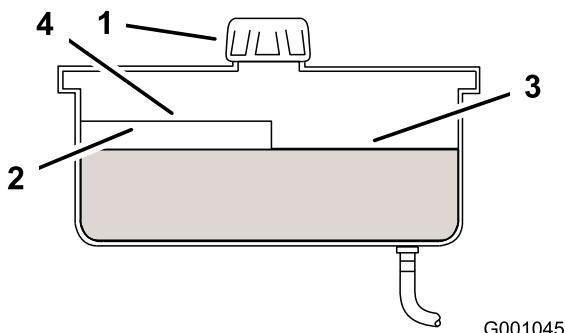

Figura 59
4. Limpie alrededor del cuello de llenado y el tapón del depósito de aceite hidráulico (Figura 59).
5. Retire el tapón del cuello de llenado. Mire dentro para ver si hay aceite en el depósito. (Figura 59).
- Nota:** El nivel de aceite debe llegar a la parte superior del nivel caliente del tabique cuando el aceite está caliente (Figura 59).